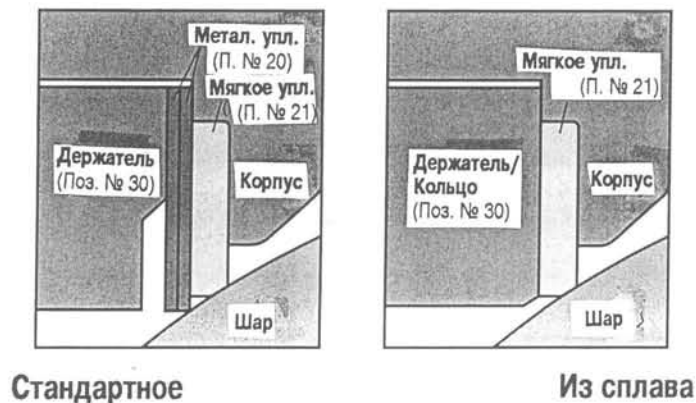

Рис. 4: Мягкие уплотнения
13. Замените кольца мягкого и/или металлического уплотнения, в зависимости от условий применения. (Смотрите Рис. 4).